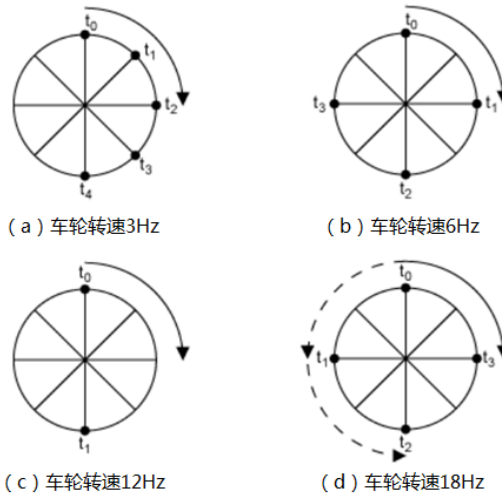

图 18.8 人眼的欠采样视觉错误
- 2) 如图 18.8 (a) (b) (c) 所示, 车轮的转速在逐渐加快, 但只要转速小于 12Hz, 人眼总能正确判断车轮旋转方向 ($t_0 \rightarrow t_1 \rightarrow t_2 \rightarrow t_3$), 而且能看出车轮转速在增加。
- 3) 如图 18.8 (d) 所示, 继续增加车轮转速到 18Hz, 这时情况完全改变了, 按照 $t_0 \rightarrow t_1 \rightarrow t_2 \rightarrow t_3$ 的顺序, 人眼看起来车轮是反转的, 不仅如此, 车轮的转速变慢了, 与 (b) 图 6Hz 时转速相同。